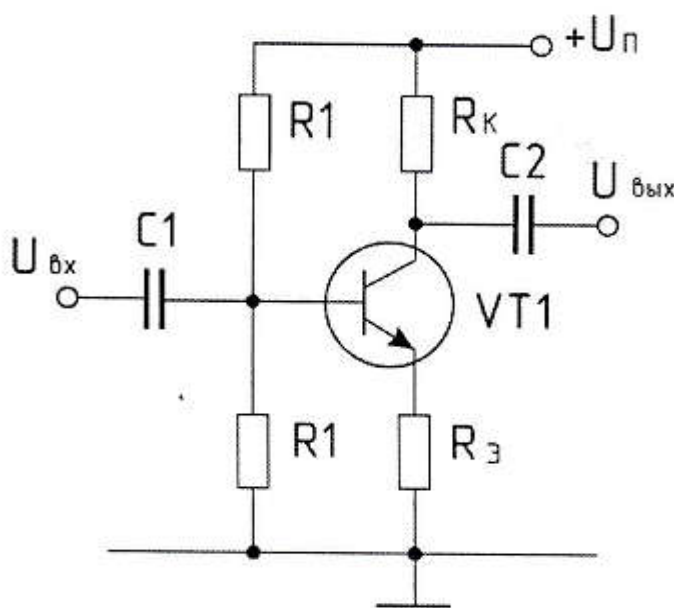

Рис. 4. Каскад усиления переменного тока с *OOC* в цепи эмиттера
Схема усилительного каскада с ОЭ и с ООС по переменному току приведена на рис. 4. В схеме (рис. 4) нет шунтирующего резистор $R_Э$ конденсатора. Следовательно, на резисторе $R_Э$ появится переменное напряжение. Это напряжение пропорционально току эмиттера, а значит и току коллектора
Отсюда коэффициент усиления напряжения схемы с *OOC* по току (рис. 4) равен из (19)